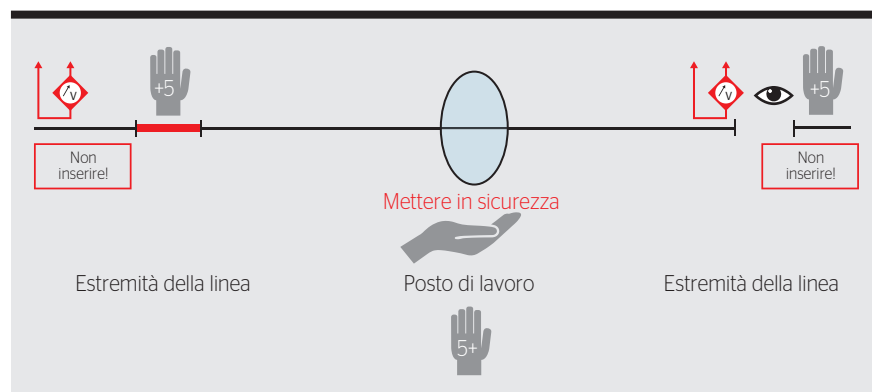

Figura 3 Possibilità d'identificazione inequivocabile del conduttore di collegamento.
- In caso di conduttori di collegamento con identificazione inequivocabile (attribuzione) dei cavi e senza alcun tipo di partenza, si può rinunciare a mettere a terra e cortocircuitare (figura 3). Qualora le linee siano tratti più lunghi che corrono paralleli alle linee ad alta tensione, per scari-